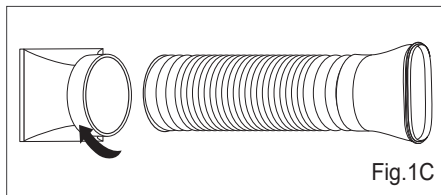

Fig.1C
2. Extienda el otro lado de la manguera y atorníllela al adaptador B (Fig. 1C).